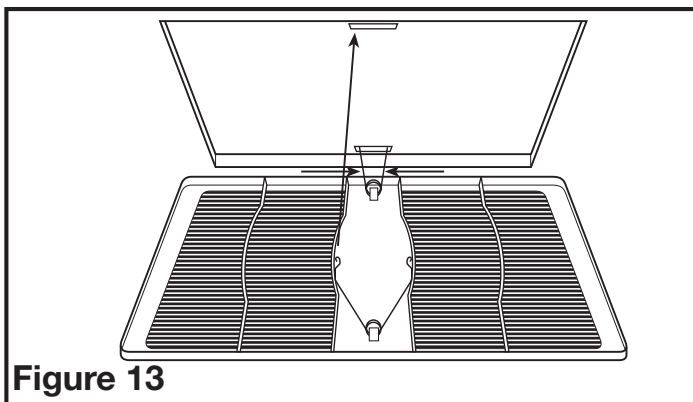

Figure 13
- 4a. **MODÈLES STANDARDS ET AVEC DÉTECTION D'HUMIDITÉ:** Installer la grille en pressant ensemble les deux extrémités des ressorts et en les installant dans les fentes du châssis du ventilateur. Pousser la grille en position (Figure 13).